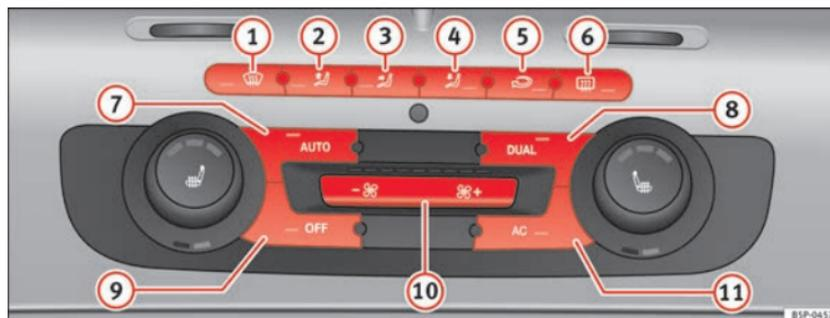

Fig. 132 Sur la planche de bord : éléments de commande du Climatronic bi-zone.
- Appuyez sur l'une des touches ⇒ fig. 132 ① à ⑤ ou sur les touches de la soufflante ⑩ pour activer le mode manuel. La fonction sélectionnée apparaîtra sur l'écran de l'autoradio ou du navigateur.
- Appuyez sur la touche  ⇒ page 173, fig. 132  pour activer ou désactiver le mode recyclage de l'air ambiant. Il est activé si vous voyez sur l'affichage le symbole .